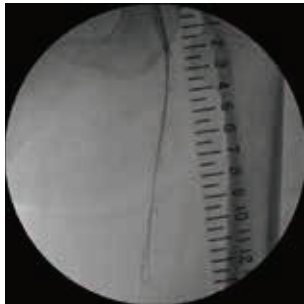

図5
6) CTO proximal siteから1cmほどでガイドワイヤー先端に抵抗を覚え進まなくなったので0.035"1.5mm Jタイプワイヤーをナックルにしてsubintimal trackingにてCTO distal endまでワイヤーをすすめた。(図5)